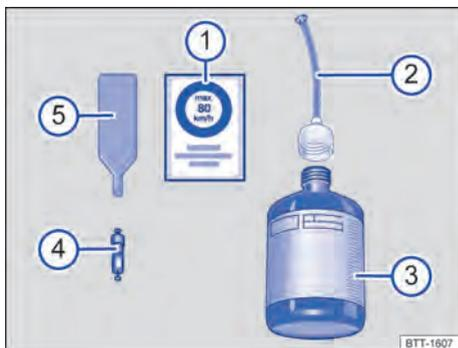

Fig. 201 Representação esquemática: componentes do kit de reparo dos pneus.
O kit de reparo dos pneus é composto pelos seguintes componentes → **Fig. 201**:
A **chave para remoção do elemento da válvula** → **Fig. 201** 5) possui uma fenda na extremidade inferior, na qual se ajusta o elemento da válvula. Somente assim é possível remover e reinstalar o elemento da válvula do pneu. Isto também é válido para o elemento da válvula de reposição 4).
- Com a chave para remoção do elemento da válvula → Fig. 201 ⑤, desenroscar o elemento da válvula da válvula do pneu e colocá-lo sobre uma superfície limpa.
- Agite vigorosamente a garrafa de enchimento dos pneus algumas vezes → Fig. 201 ③.
- Rosquear a mangueira de enchimento → Fig. 201 ② com firmeza no sentido horário sobre a garrafa para enchimento dos pneus. A película na tampa é perfurada automaticamente.
- Remover o bujão da mangueira de enchimento → Fig. 201 ② e introduzir totalmente a extremidade aberta na válvula do pneu.
- Rosquear novamente o elemento da válvula com a chave para remoção do elemento da válvula → Fig. 201 ⑤ na válvula do pneu.